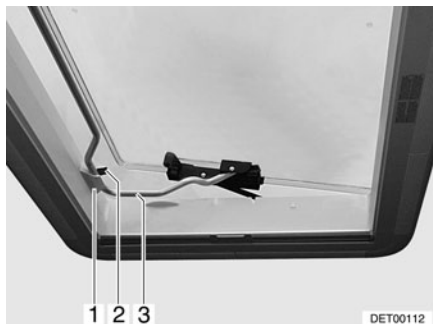

Fig. 46 Claraboya Heki en posición de ventilación 2
- Situar la horquilla (Fig. 46,3) en la sujeción (Fig. 46,1).
- Colocar la palanca (Fig. 46,2) sobre la horquilla.